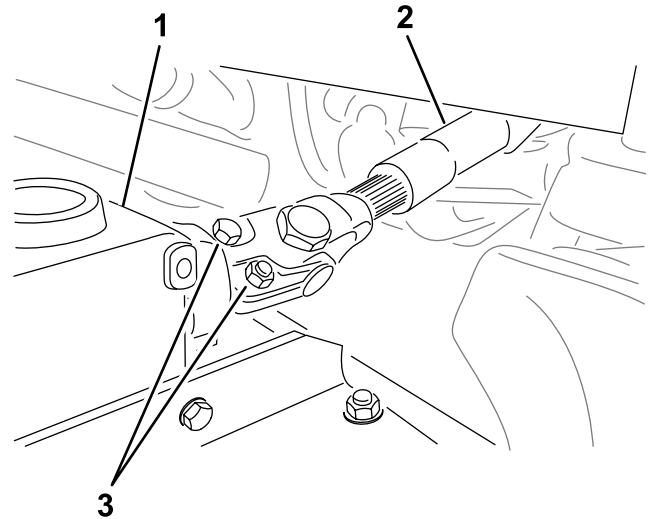

Figura 17
3. A la hora de conectar el árbol de la TDF a la caja de engranajes, monte cada par de pernos (5/16" x 2") y tuercas (5/16") en sentido opuesto (Figura 17) y apriete las tuercas a 40 N·m.